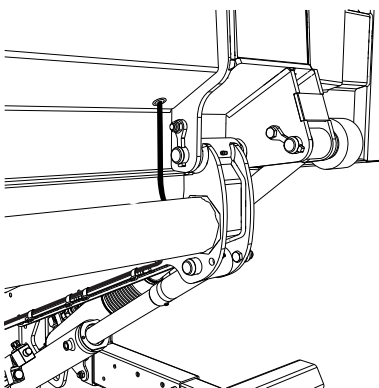
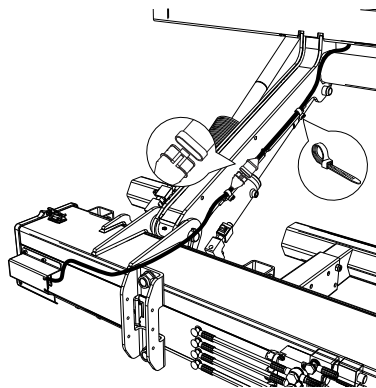
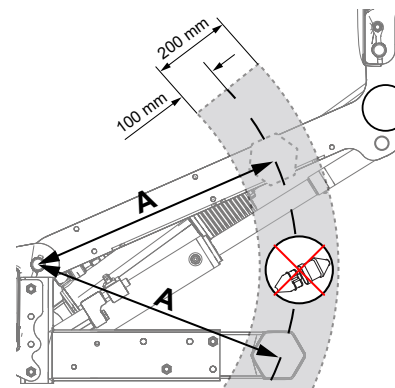

Bild 67. Montering av kablage
Bild 68. Montering av kablage
Bild 69. Placering av snabbkontakt
2. Dra kabeln och montera med buntband enligt Bild 67 och Bild 68. Snabbkontakten måste placeras på så vis att den inte kommer i konflikt med underkörningsskyddet under lyftarmens rörelse. Mät avståndet (A) från centrum av lyftarmens axel till centrum på underkörningsskyddet, se Bild 69.
3. Mät ut samma avstånd (A) på lyftarmen, se Bild 69.
4. Placera sedan snabbkontakten minst 100 mm utanför eller innanför det erhållna måttet (A), se Bild 69. Anslutning sker senare i avsnitt 6.